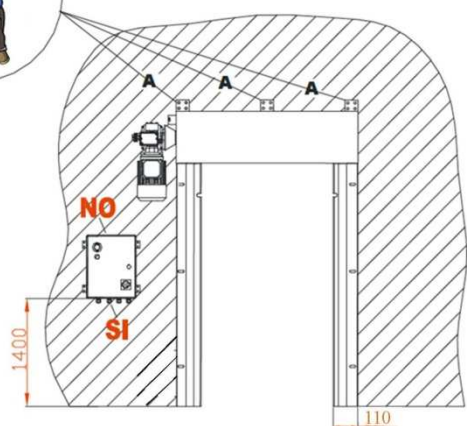

FIG. 1
- Verificare la corretta posizione della traversa con la livella, e procedere al fissaggio (Fig. 1)